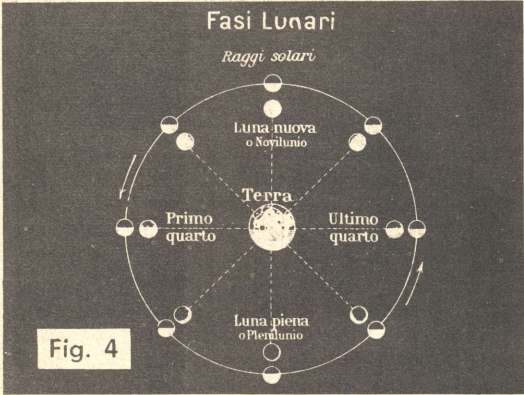

Fig. 4
**TERRA:** Il suo satellite è la Luna che, girando attorno al suo pianeta in circa 28 giorni, ci appare prima in crescenza, poi piena e, in seguito, in decrescenza, che ai nostri occhi sembra andare acquistando poi riprendendo la sua luminosità, mentre invece la porzione di essa illuminata varia a seconda della posizione in cui viene a trovarsi rispetto alla Terra (Fig. 4).